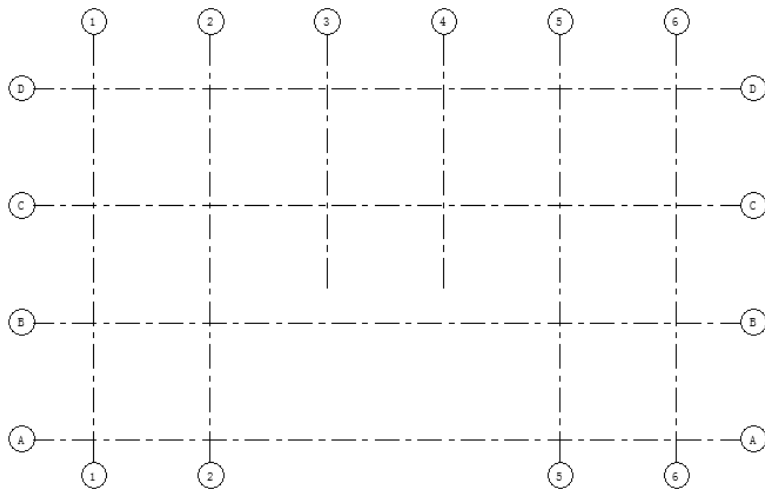
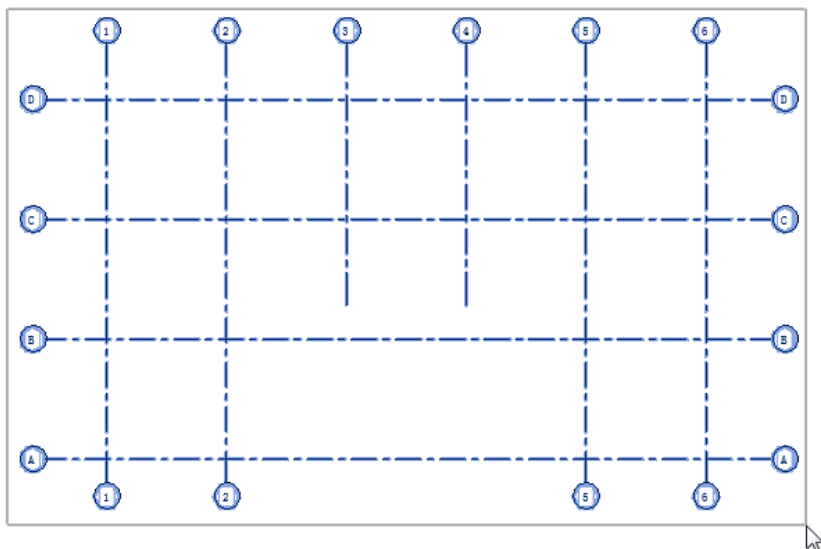

图 5-2 轴网
图 5-12 选择轴网
(1) 新建结构项目文件，并绘制轴网，或打开第 4 章绘制的轴网，如图 5-2 所示。
(1) 新建结构项目文件，并绘制轴网，或打开第4章绘制的轴网，如图5-2所示，单击“结构”选项卡“结构”面板上的“柱”按钮，打开“修改|放置结构柱”选项卡和选项栏，单击“垂直柱”按钮.
(2) 在“属性”选项板的“类型”下拉列表中选择结构柱的类型。
(3) 单击“多个”面板上的“在轴网处”按钮，打开“修改|放置结构柱>在轴网交点处”选项卡，框选视图中的轴网，如图5-12所示。
(1) 新建结构项目文件，并绘制轴网，或打开第4章绘制的轴网，如图5-2所示。单击“结构”选项卡“结构”面板上的“柱”按钮，打开“修改|放置 结构柱”选项卡和选项栏，单击“斜柱”按钮，选项卡和选项栏如图5-24所示。